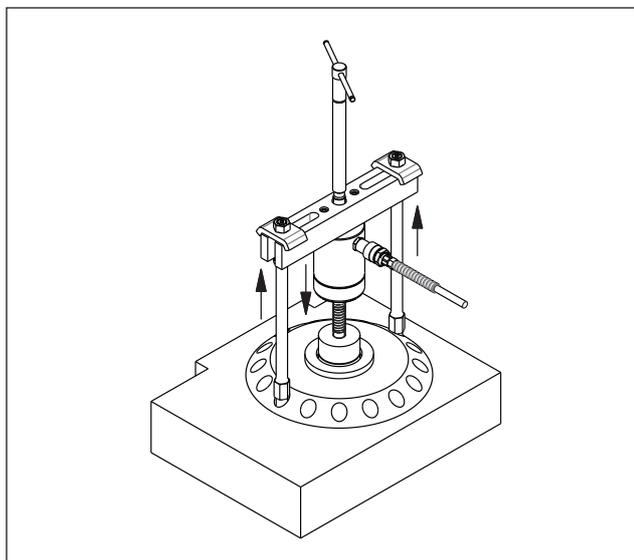

図10: クロスベアリングプーラー (一般的)
- ベアリング、プーラーまたはその他の取り外すアイテムにプーラーを取り付けます。プーラーのレッグを調整します。図10を参照してください。